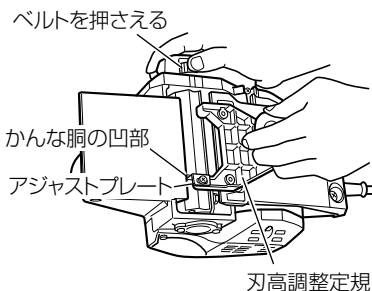
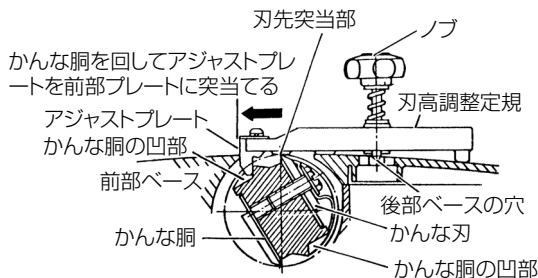

図 16
図 17
(4) かなな刃を入れた後、図 16 のように刃高調整定規を持ち、その刃先突当部で刃先を押し下げながら、定規先端部のアジャストプレートをかんな胴の凹部に入れます。(図 17)
(5) 次にベルトでかなな胴を前部ベース側に回し、アジャストプレートを前部ベースに突当てます。(図 17)